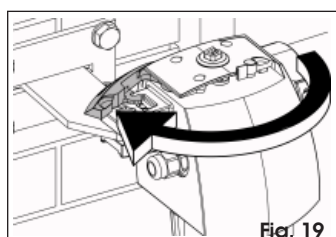

Fig. 19
4. Gire la palanca de desbloqueo hasta su tope (Fig. 19).